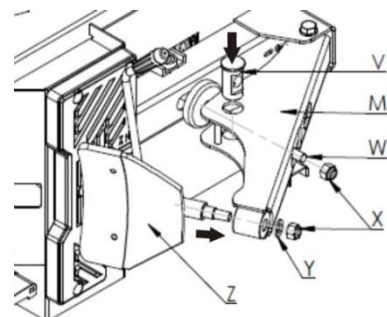

Abb. 10
- Ziehen Sie jetzt den Fersenbrecherarm nach außen um diesen folgend nach innen zu führen damit Sie die Treibstange (W, Abb.10) in die Halterung der Treibstange führen können. (V, Abb.10), Ziehen Sie nun die Mutter (X, Abb.10) kräftig fest mit Hilfe einer Bohrmaschine.
- Platzieren Sie jetzt die Fersenbrecher-Platte (Z, Abb.10) und sichern Sie diese kräftig mit dem Ring (Y, Abb.10) und der Mutter (X, Abb.10).